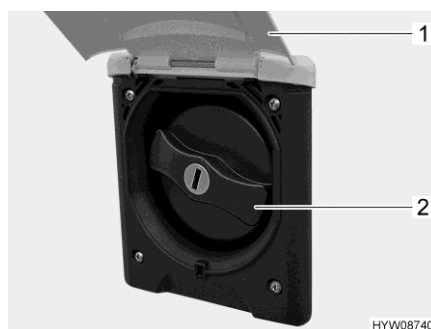

Fig. 168 Coperchio (bocchettone di riempimento dell'acqua potabile)
- Sollevare lo sportello esterno (Fig. 168,1).
- Ruotare il coperchio blu (Fig. 168,2) di un quarto di giro.